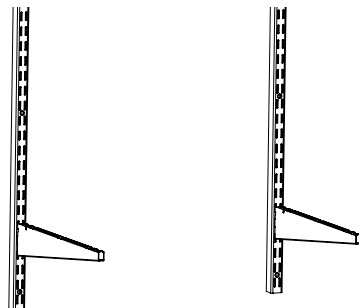

Figure 1
ÉTAPE 2: Insérez les supports à tablette sur les montants en position souhaitée (**Figure 1**).